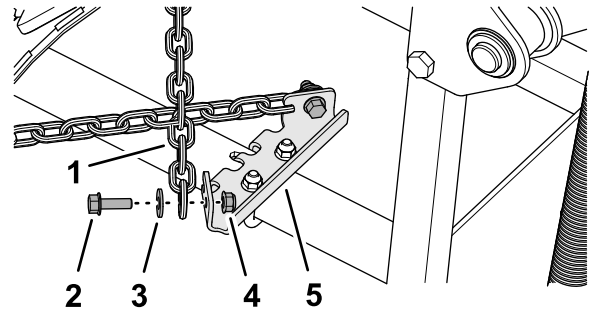

Figura 14
- Cruce las cadenas conectadas de la Figura 14 encima de la barra de tracción.
3. Monte la cadena en la placa de retención con un perno con arandela prensada (5/16" x 1"), una arandela (3/8" x 7/8") y una contratuerca con arandela prensada (5/16"), como se muestra en la Figura 14.